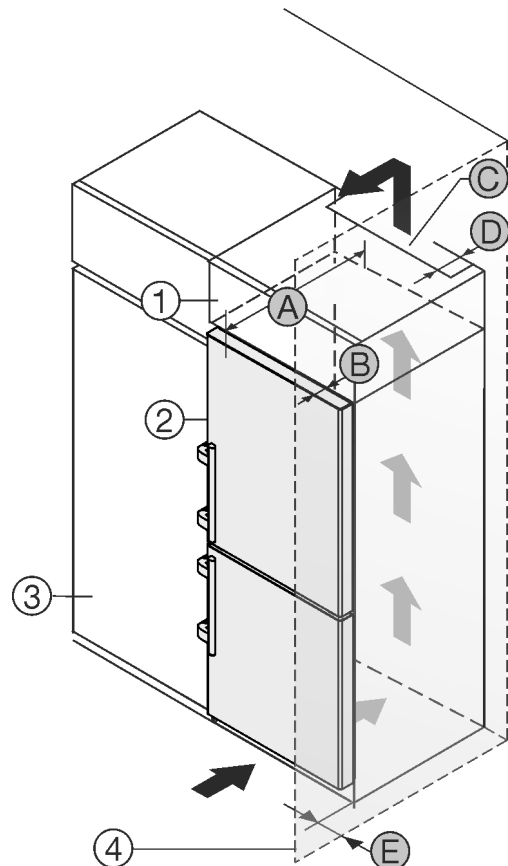

Fig. 27
Устройство может быть окружено кухонными шкафами. Чтобы уравнять устройство Fig. 27 (2) по высоте с кухонной стенкой, можно установить над устройством дополнительный шкафчик Fig. 27 (1).
Установить устройство можно непосредственно рядом с кухонным шкафом Fig. 27 (3). Чтобы можно было полностью открыть двери, устройство должно выступать на глубину Fig. 27 (B) относительно передней стенки кухонного шкафа. В зависимости от глубины кухонных шкафов и использования пристенных распорок устройство может выступать и больше.
- На задней стенке дополнительного шкафчика должен быть вентиляционный канал с глубиной Fig. 27 (D) по всей ширине этого шкафа.
- Нужно соблюдать вентиляционное отверстие Fig. 27 (C) под нижней панелью.
Если устройство установлено на шарнирах у стены Fig. 27 (4), то нужно соблюдать расстояние Fig. 27 (E) между устройством и стеной. Настолько выступает ручка при открытой дверце.